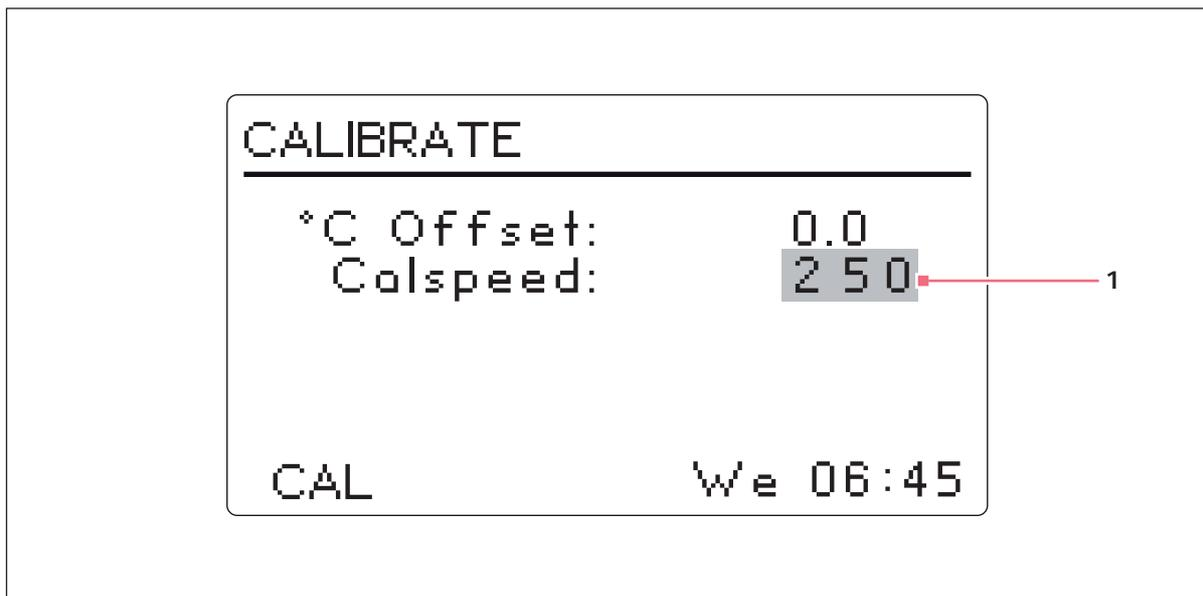

Fig. 5-16: Étalonner l'écran
1. Utiliser le bouton de commande pour entrer sur l'écran **CAL** (voir Fig. 5-16 à la page 63).
La fonction Calspeed réglée sur l'écran **CAL** (voir Fig. 5-16 à la page 63) est utilisée pour étalonner la vitesse du mécanisme d'agitation. Il n'est pas nécessaire d'étalonner à nouveau la vitesse (déjà étalonée en usine), tant qu'aucun composant majeur (par exemple courroie d'entraînement) n'est remplacé.